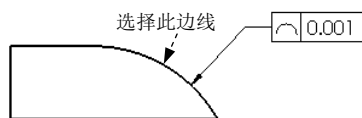
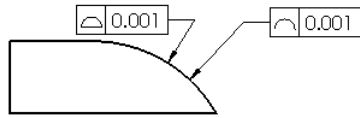

图 6.5.13 选取放置边
图 6.5.14 “面轮廓度”形位公差
Step3. 设置形位公差符号。选取图 6.5.13 所示的边线，再选择合适的位置单击以放置形位公差，结果如图 6.5.14 所示。